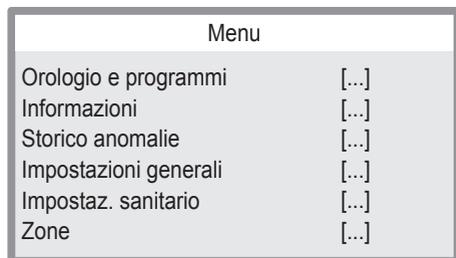

Figura 3.19
- Premere il tasto 15 (Figura 3.18) per accedere al menu principale (Figura 3.19).